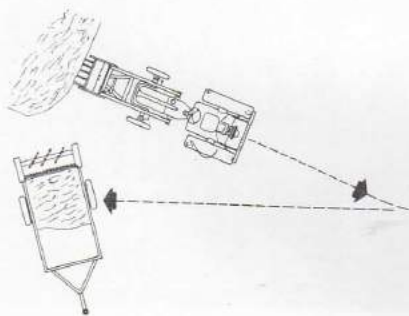

Fig. 23 - Manœuvres de chargement d'un épandeur à fumier.
6. Lorsque l'on procède au chargement, par exemple, d'un épandeur à fumier, il faut placer ce dernier de manière à réduire les manœuvres du tracteur au minimum (fig. 23).